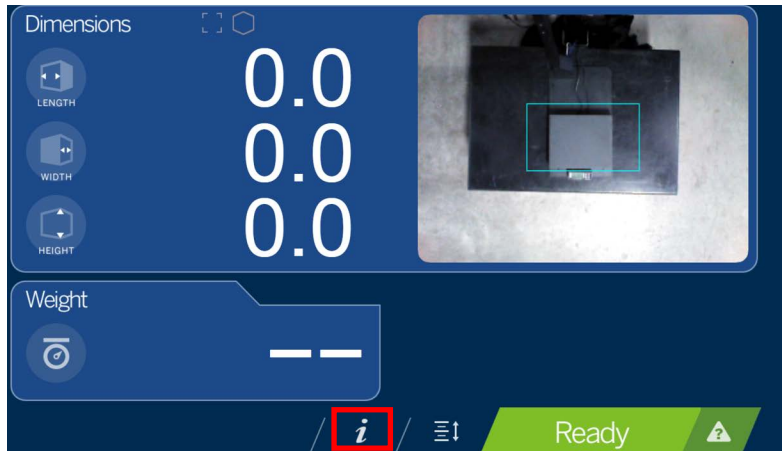

Figura 4-1. Seleccionar información del dispositivo
1. Seleccione la tecla de función **Device Information**  en la parte inferior de la pantalla (Figura 4-1).